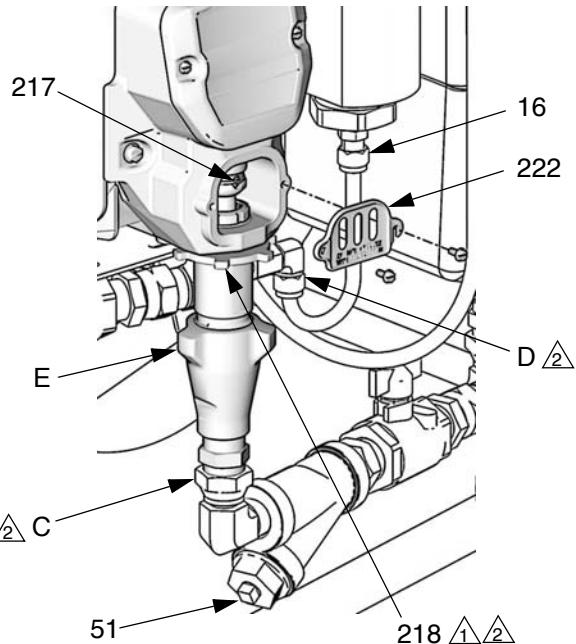

Рис. 9. Поршневой насос
5. Отсоедините впускную (C) и выпускную (D) линию подачи жидкости. Отсоедините также стальную выпускную трубку (16) от выпускного отверстия нагревателя.
6. Снимите крышку штока поршневого насоса (222). Нажмите на зажим и вытолкните штифт (217) наружу. Отверните контргайку (218), сильно постучав справа налево молотком, не создающим искр. Отвинтите насос. Информацию о ремонте насоса и о деталях см. в руководстве 311076.
7. Установите насос в обратном порядке, соблюдая все примечания на Рис. 9. Очистите фильтр (51). Снова подсоедините впускную (C) и выпускную (D) линию подачи жидкости.
8. Затяните фитинг выпускного отверстия для жидкости (D), затем затяните контргайку (218) сильными ударами молотка, не создающего искр.
9. Откройте впускной клапан подачи жидкости (52). Установите регулятор управления на медленную рециркуляцию  . Удалите воздух и осуществите заправку. См. стр. 20.